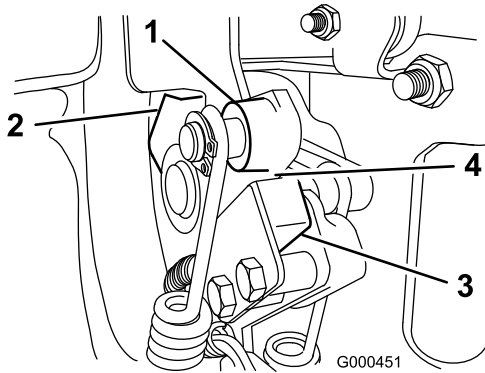

Bild 27
2. Legen Sie den Fahrtriebshebel ein, bis er den Neutral-Stopp berührt (Bild 27).
3. Lösen Sie die Befestigungsschrauben des Sicherheitsschalters (Bild 27).
4. Legen Sie eine 0,8 mm dicke Beilagscheibe zwischen dem Fahrtriebshebel und dem Sicherheitsschalter (Bild 27).